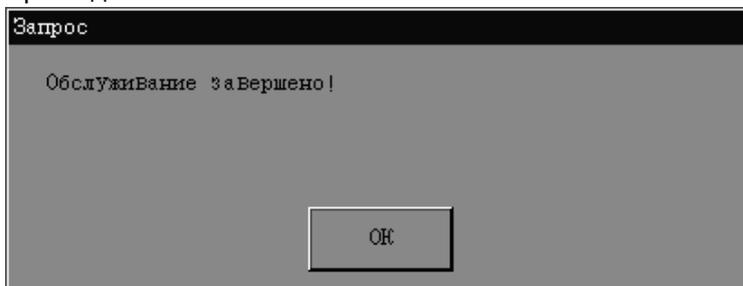

Рис. 10-18 Диалоговое окно
4. По завершении обслуживания появится диалоговое окно (Рис. 10-18). **НАЖМИТЕ «Да»**, чтобы закрыть диалоговое окно.